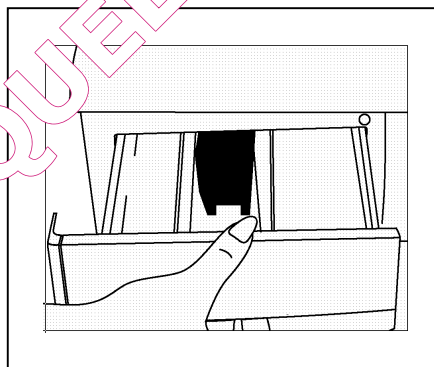

Fig 14
- Tirez le tiroir jusqu'au bout (fig. 14).